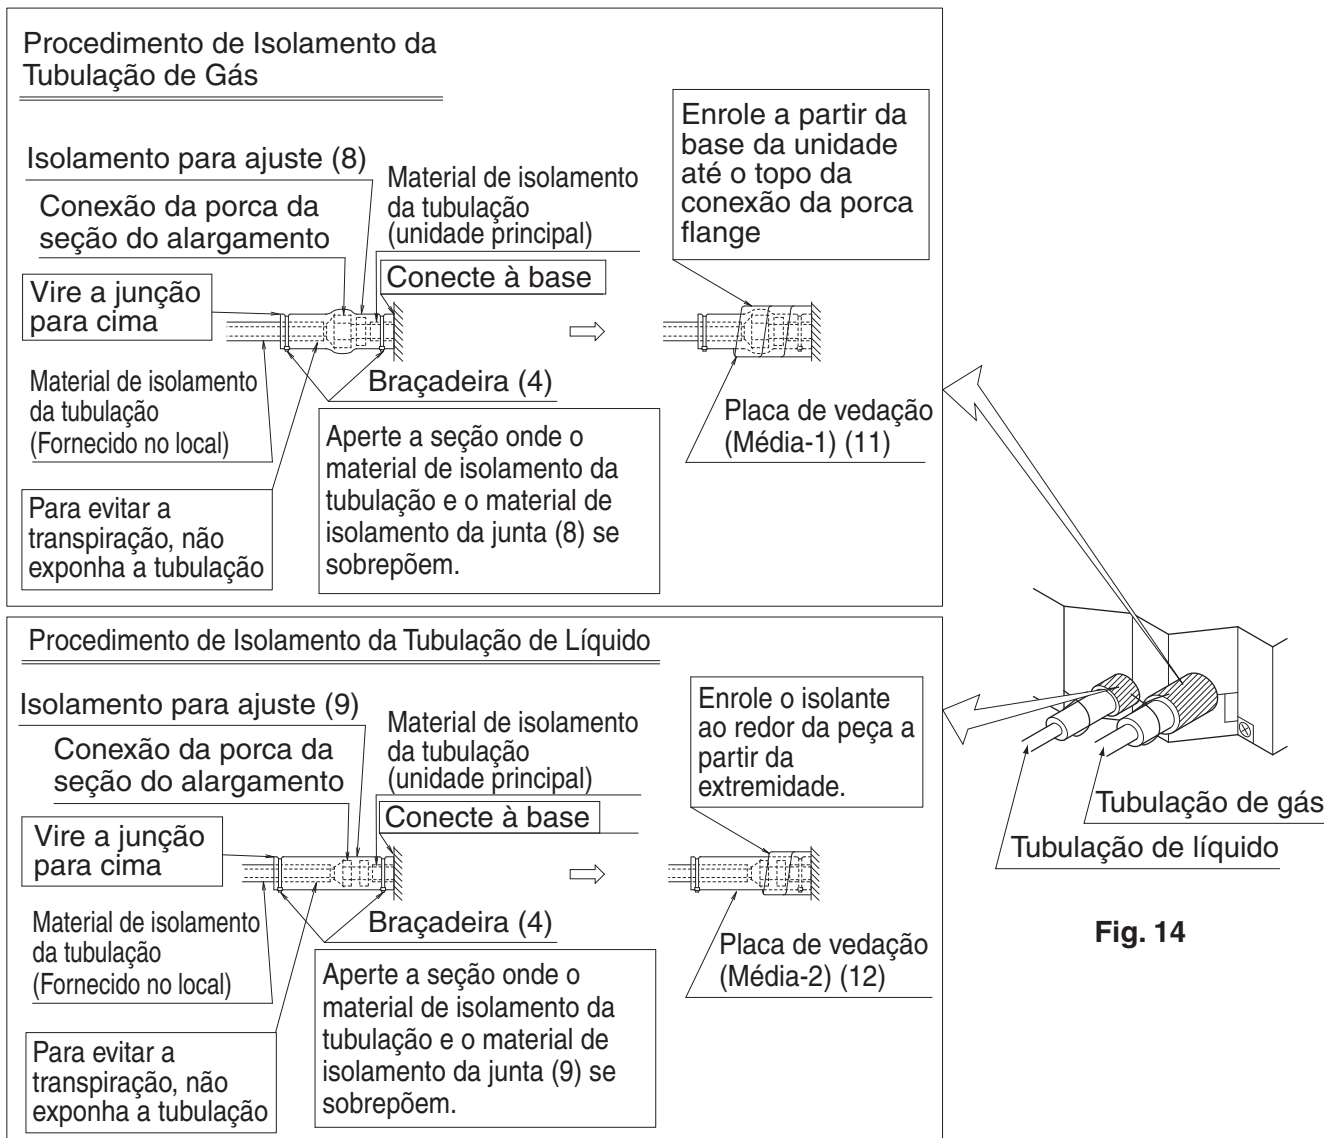

Fig. 14
- Após o teste de vazamento, consulte a **Fig. 14**, isole ambas conexões das tubulações de líquido e gás com o material de isolamento da junta em anexo (8) e (9) para evitar que a tubulação fica exposta. Depois, aperte ambas extremidades do material de isolamento com a braçadeira (4).
- Certifique-se de que as faces de emenda do material de isolamento da junta (8) e (9) estejam para cima.